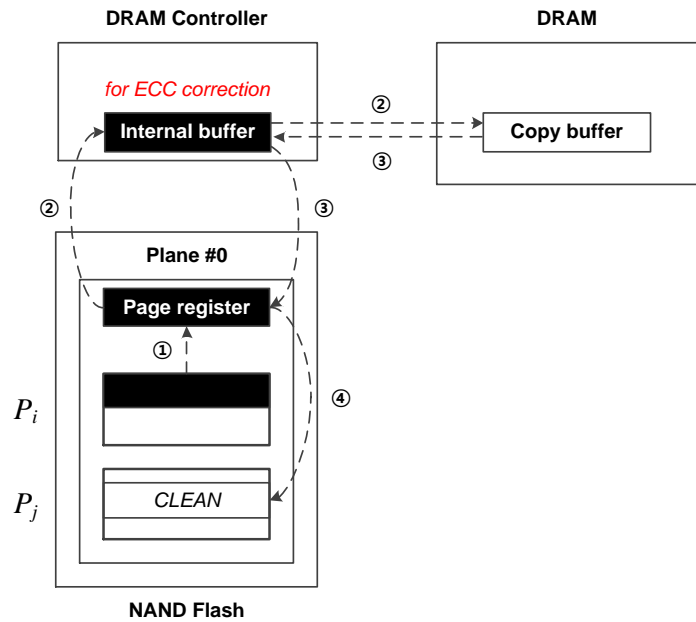

Figure 7) Copy buffer for copy-back operation
그런데 어떤 독자는, 일반적으로 페이지 복사 연산은 NAND 플래시 메모리의 primitive operation 으로 내부에서 처리할 수 있는데, 왜 별도의 Copy 버퍼로 복사연산을 수행하는지 궁금할 것이다. 이는 바로 페이지 복사 전 ECC 검증 과정이 필요하기 때문이다. 위 Figure 7 는 FC_CPBACK 연산 과정을 보여준다. 동일 plane 내 페이지 P_i 를 다른 블록의 P_j 로 복사하기 위해서 먼저 내부 page register 에 데이터를 로드한 후, 데이터의 신뢰성 여부를 확인하기 위해 DRAM 컨트롤러 내부 임시 버퍼와 DRAM 의 Copy 버퍼에 올린 후 ECC 검증 과정을 수행한다. 만약 ECC 정정이 필요할 경우에는 Copy 버퍼에 대해 새로운 ECC 를 생성하기 위해 과정 ③, ④의 순서로 P_j 에 복사하게 된다. 반면에 ECC 정정이 필요 없다고 판단될 경우에는 과정 ③을 수행하지 않고, 바로 과정 ④에 의해 page register 에 있는 P_i 데이터를 P_j 에 복사하게 된다.